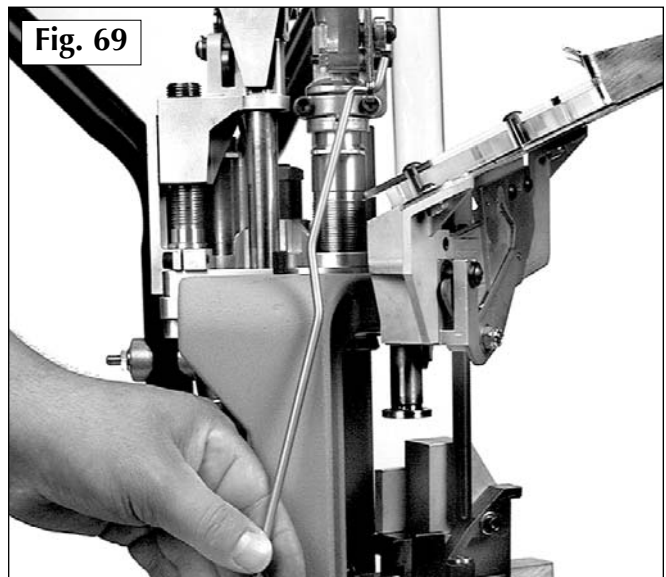

Fig. 69
4. Remove the powder bar return rod (#17350). **Fig. 69**